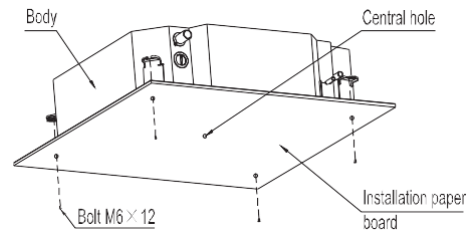

Abb. 1-6
- 2 Nach der Montage des Hauptteils befestigen Sie bitte den Installations-Karton mit Schrauben (M6X12) auf der Klimaanlage, um im Voraus die Größen und Positionen der Lochöffnung an der Decke. (Siehe Abb. 1-6)